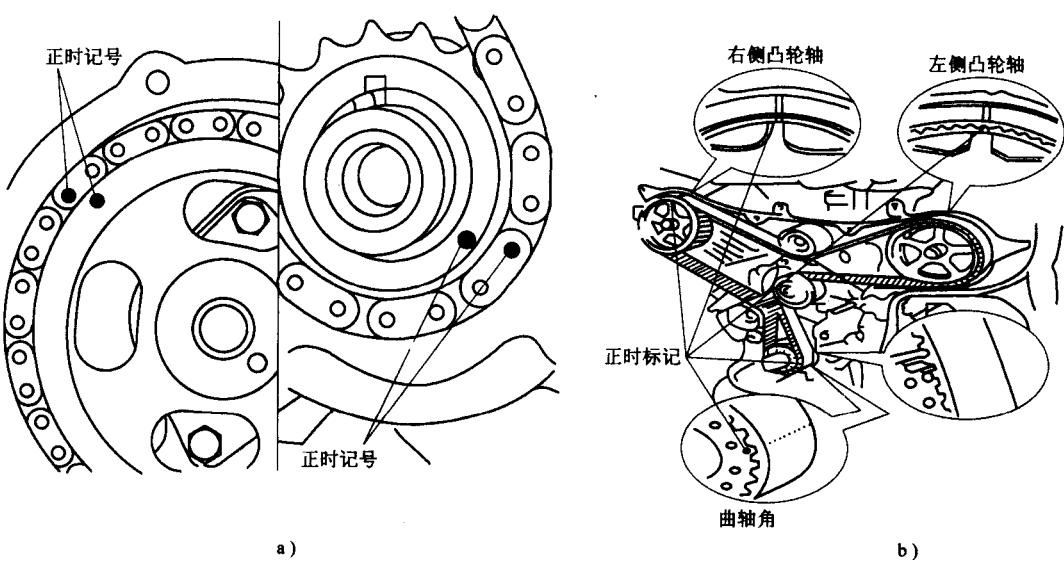

图 1-2 正时标记
3) 拆卸正时带和带轮(正时链轮或链条)以及带传动件(注意核准正时标记,如图 1-2 所示)。